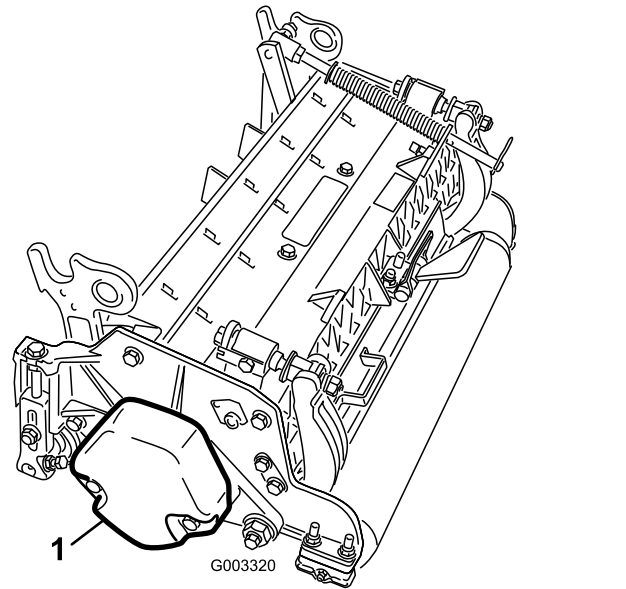

图4
4. 按照滚刀组操作手册的描述确保将配重块图4安装到滚刀组正确的一端上。